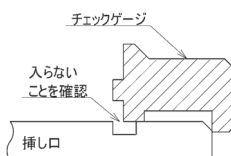

図71 挿し口端面から溝までの距離の確認
- ② チェックゲージが溝と挿し口端面の間に入らないことを確認する(図71)。チェックゲージが入る場合、挿し口端面から溝までの距離が短いので、原因を確認し、新たに挿し口加工をやり直す。なお、呼び径75~250と呼び径300、400ではX寸法(図69参照)が異なるため、使用するチェックゲージが異なる。